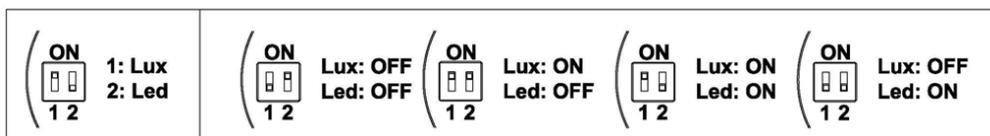

Figura 2.2. Posiciones del doble micro interruptor
**Guía doble LED (1):** se trata de una guía de luz con doble función, que permite visualizar los destellos del LED cuando el dispositivo detecta presencia (destellos rojos), y permite además la entrada de luz para poder realizar la función de sensor de luminosidad.
**Doble micro interruptor (4):** situado en la parte posterior del detector, este micro interruptor permite habilitar y deshabilitar el LED indicador de presencia y la asociación del sensor de luminosidad al canal de control de iluminación (Lux). Las posibles combinaciones son las mostradas en la Figura 2.2.
Es posible conectar dos detectores de movimiento en paralelo en la misma entrada del dispositivo. Con este tipo de conexionado se logra **ampliar el área de detección**, siempre y cuando el sensor de luminosidad de uno de ellos se encuentre apagado (posición OFF). Ver Figura 2.2.